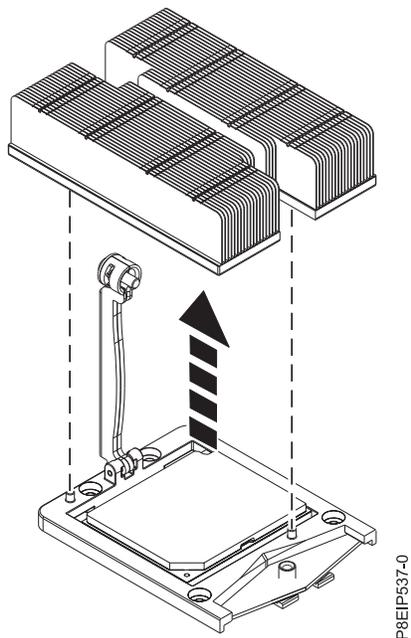

Figura 35. Removendo o dissipador de calor
4. Segure o dissipador de calor e remova-o levantando-o para cima, conforme mostrado na Figura 35.